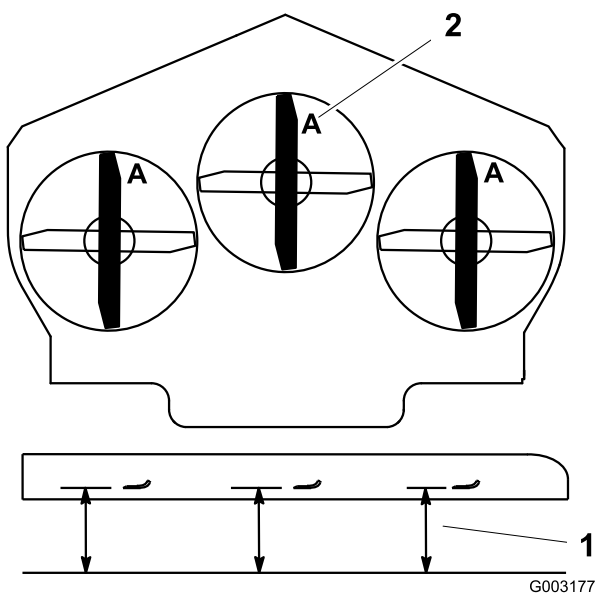

Figure 76
3. Tournez les lames dans le sens longitudinal (Figure 76). Mesurez la distance entre la surface plane et le tranchant (position A) des lames (Figure 76) et notez cette valeur.